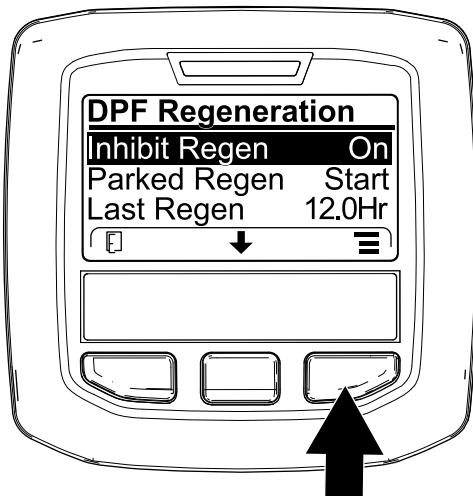

図 47
1. DPF Regeneration メニューで、中央ボタンを押して再生禁止 INHIBIT REGEN オプションに移動し、右ボタンで中に入る図 47。
2. 右ボタンを使って、設定をを、ON から OFF 図 47 または OFF から ON に変える図 48。